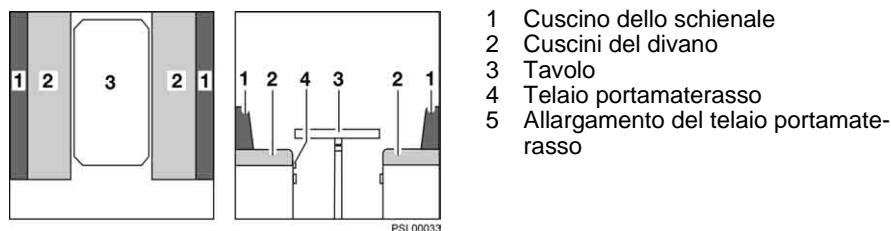

Fig. 41 Prima della trasformazione
- Trasformare il tavolo (Fig. 41,2) in struttura di supporto letto (vedi paragrafo 7.6).
- Estrarre completamente il telaio portamaterasso (Fig. 41,4).